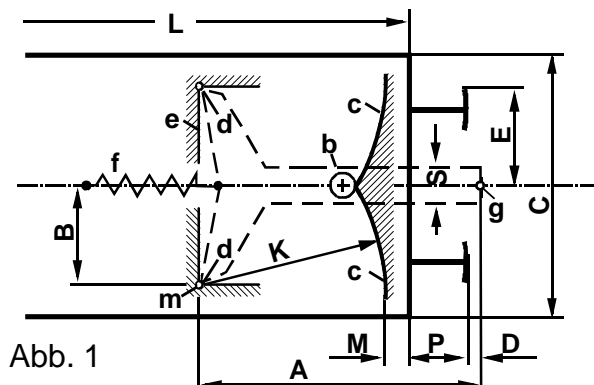
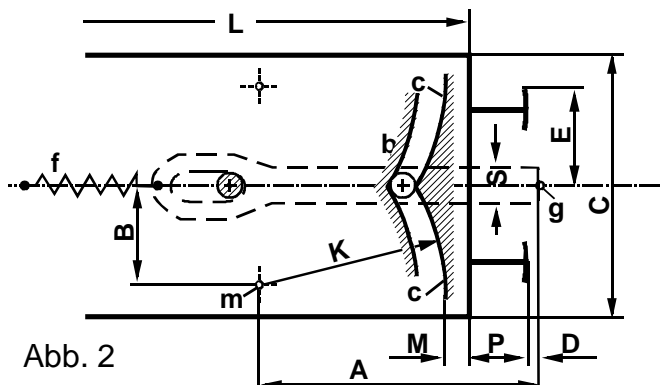

Abb. 1
Abb. 2
Die Abbildungen 1 und 2 zeigen zwei mögliche Ausführungsformen. Die Übertragung der Zugkräfte erfolgt bei beiden Ausführungen durch den am Kupplungsschaft befestigten Stift **b** und den Kulissenrand **c**. Die Druckkräfte werden bei der Ausführung nach Abb. 1 (T-förmiger Schaft) von einem der beiden Anschläge **d** auf die Druckfläche **e** übertragen. Bei der Ausführung nach Abb. 2 stützt sich der Stift **b** am inneren Kulissenrand **e** ab. Die Feder **f** dient nur zur Rückstellung in die Mittellage.
- A = Abstand des Mittelpunktes **m** der Kulissenführung (sowie der Abstützpunkte **d** nach Abb. 1) vom Symmetriepunkt **g** der Kupplungsköpfe